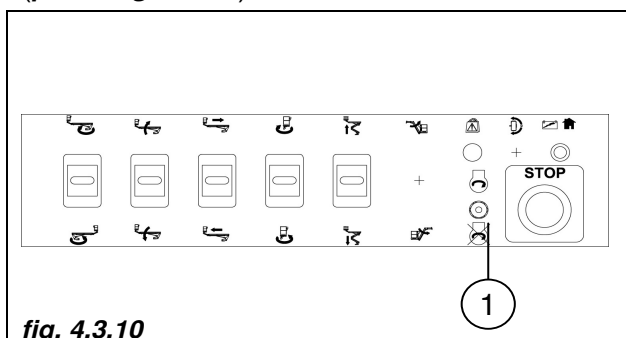
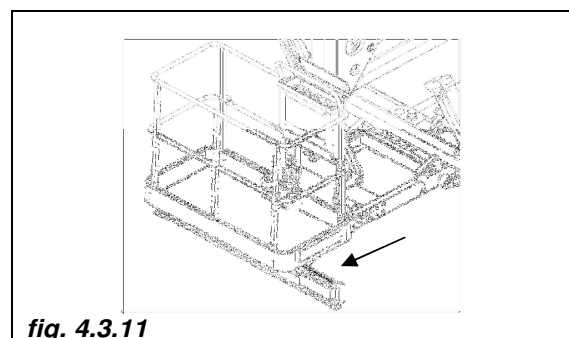

fig. 4.3.10
fig. 4.3.11
Sur la machine est monté un dispositif (fig. 4.3.11) qui, en cas de fausse manœuvre et collision avec le pare-chocs postérieur, bloque toutes les manœuvres. De même, quand la barre anti-encastrement n'est pas présente, la machine automatiquement empêche la collision avec la cabine et la zone arrière. Si vous souhaitez procéder sous votre responsabilité dans des zones plus proches de la cabine ou de la zone arrière, il est nécessaire de maintenir actionnée le levier START/STOP moteur vers le haut au moins 5 secondes pendant que les manœuvres souhaitées sont en cours (pos. 1 fig. 4.3.10).